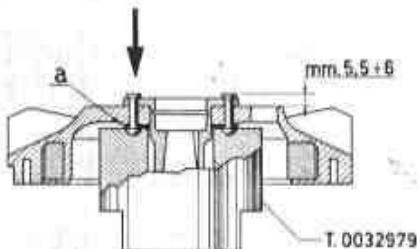

Fig. 35 - Ribaditura chiodi fissi, camma volano
5. - Maggiornare a $\varnothing 4,5$ mm. i fori della rondella, di cui al n. 3, indicata in «a» in fig. 35. Montare la rondella, la camma e i ribattini maggiorati, formandone la testa.